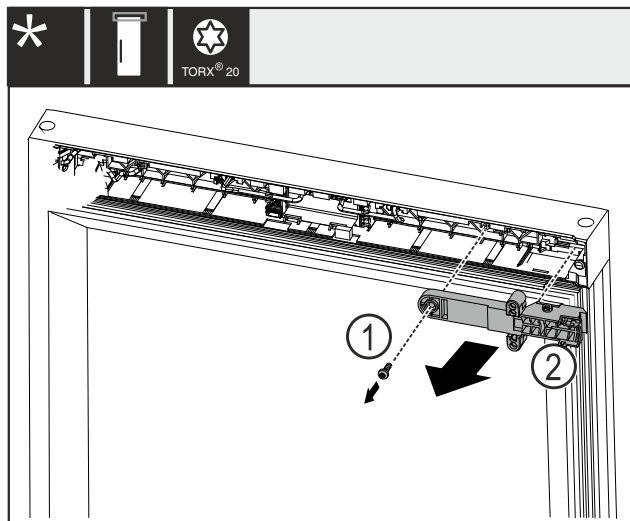

Fig. 22
- Odstraňte šroub Fig. 22 (1).
- Odstraňte přídržný díl zámku Fig. 22 (2).